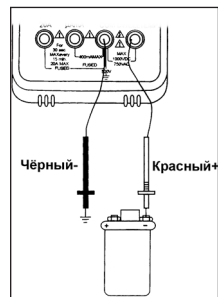

Рис. 1
- Подключите красный щуп к клемме прерывателя, черный щуп – к заземлению (см. рис. 1).